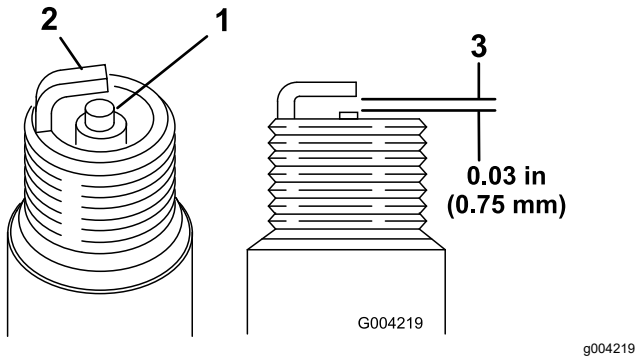

Figura 48
1. Veja a parte central de ambas as velas de ignição (Figura 48). Se verificar uma cobertura castanha ou cinzenta no isolante, o motor está a funcionar corretamente. Uma cobertura preta no isolante indica que o filtro de ar está sujo.
2. Verifique a folga entre os elétrodos central e lateral (Figura 48).
3. Dobre o elétrodo lateral (Figura 48) se a folga não for a correta.